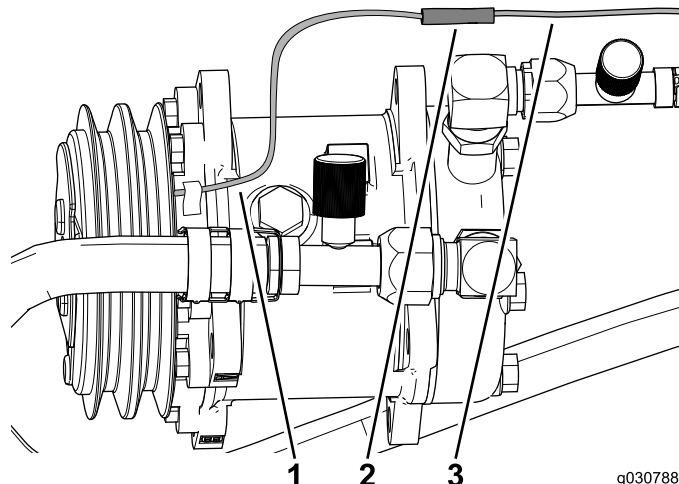

Figura 49
3. Collegate il cavo proveniente dal compressore dell'aria condizionata al connettore a banana sul cablaggio preassemblato (Figura 49).